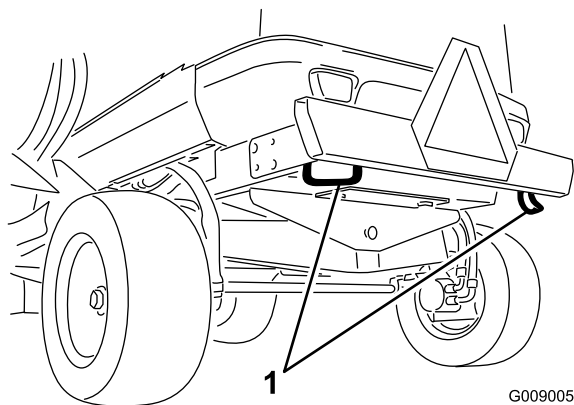

Рисунок 41
- Задний бампер (2 места) (Рисунок 41).